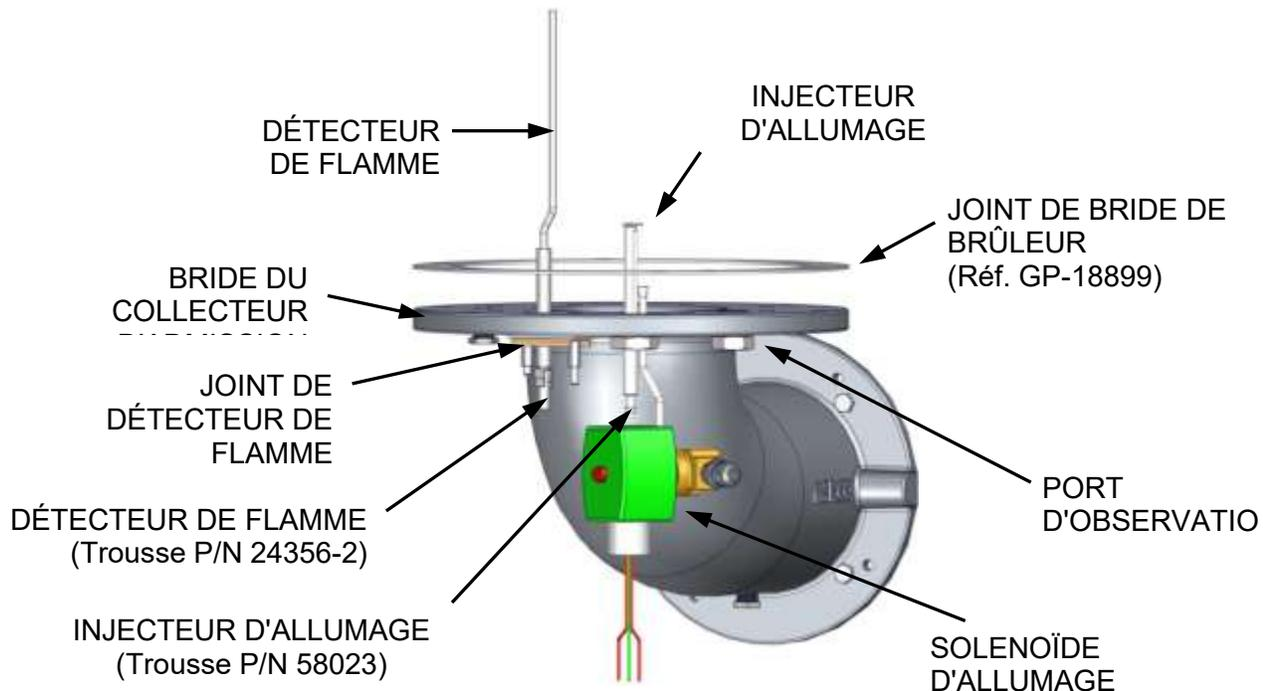

Figure 6.3-1 : Collecteur d'admission avec allumeur-injecteur et détecteur de flamme
L'allumeur-injecteur (kit réf. **58023**) est situé sur la bride du collecteur d'admission, au bas de l'échangeur de chaleur de l'appareil. La figure 6.3-1 montre le collecteur d'admission (retiré de l'appareil) indiquant l'emplacement de l'allumeur-injecteur (trousse réf. **58023**), du détecteur de flamme et du joint d'étanchéité (trousse réf. **24356-2**) et d'autres composants connexes.
4. Se référant à la figure 6.3-1, débrancher l'écrou de compression fixant le tube de l'injecteur de gaz de l'allumeur-injecteur au coude de l'ensemble d'allumage. Débranchez l'ensemble d'allumage de l'allumeur-injecteur.
5. Débrancher le fil conducteur du détecteur de flamme installé sur la bride du collecteur d'admission (figure 6.3-1).
6. Retirer les deux (2) entretoises hexagonales qui fixent le détecteur de flamme au collecteur d'admission (voir les figures 6.3-1 et 6.3-2).
8. Débrancher le câble de l'allumeur-injecteur, desserrer l'écrou de compression et le coude du tube de l'injecteur de gaz (figure 6.3-1) et retirer tout l'ensemble d'allumage (écrou/coude, électrovanne, raccord de tuyau et tuyau flexible de gaz) de la bride du collecteur.